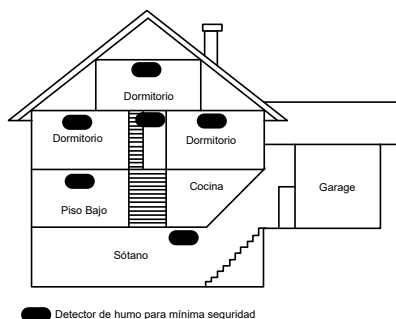

Figura 2: Ubicaciones de instalación para detectores de humo/calor en casas o apartamentos de varias plantas
- Instale un detector de humo/calor en cada planta si la casa tiene varias (*ver la Figura 2*).